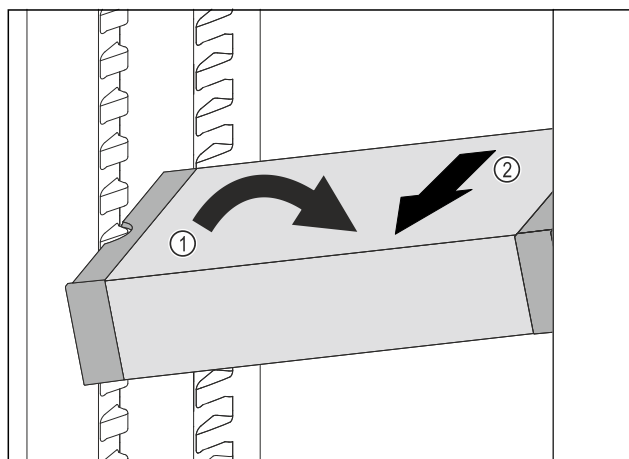

Fig. 210
- Θέστε λοξά το VarioSafe στο τμήμα συντήρησης. Fig. 210 (1)
- Αφαιρέστε προς τα εμπρός το VarioSafe. Fig. 210 (2)